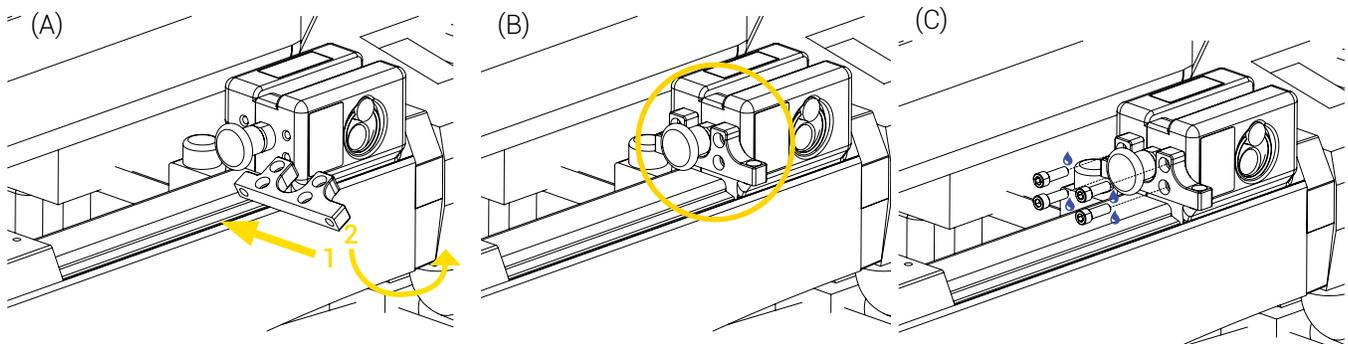

Figure 17: Installation préliminaire de la plaque de support
1. Insérer le support en forme de U en angle à la base du bloc d'ancrage, en s'assurant d'insérer le côté court du support du côté du matelas (Figure 17 A).
2. Positionner le support en forme de U contre le bloc d'ancrage, en s'assurant que la base de la poignée à déclenchement rapide soit nichée dans la cavité du support (Figure 17 B).
3. Installer le support en forme de U à l'aide de quatre (4) vis à tête cylindrique à six pans creux 1/4 -20 x 3/4 po, de l'adhésif frein-filet et d'une clé Allen 3/16 po (Figure 17 C).